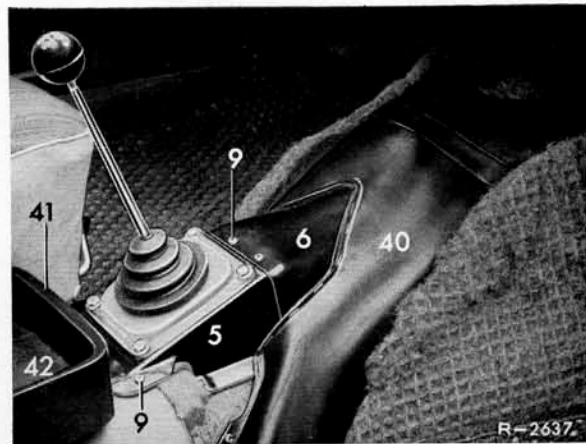

Bild 26-1/5
26. Bei den Typen 220 SB, 220 SEB, 250 S, 250 SE, 300 SEB und 300 SEL in den Teppich für den Tunnel ein Loch mit 86 mm ϕ heraus schneiden und die Gummitülle (39) einsetzen.
27. Abdämpfung (43) und Teppich (44) auf den Tunnel auflegen.
28. Neue Schale (41) mit Belag (42) am Tunnel anschrauben. Anschließend die Vordersitze wieder einbauen (Bild 26-1/5).